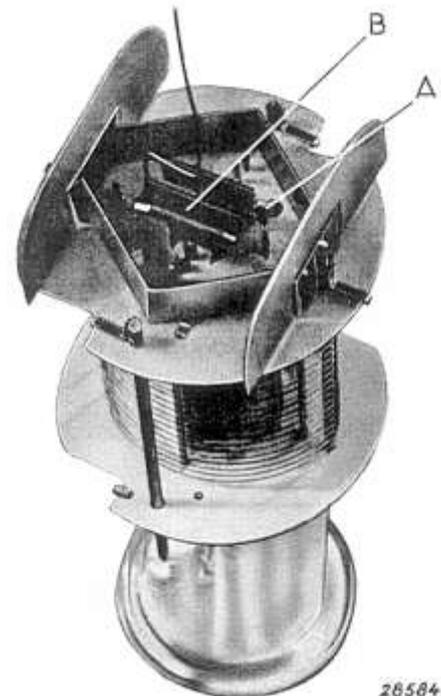

Bild 4: Systemaufbau
Durch diesen konstruktiven Aufbau wird die Verkopplung der Gitter 1 und 4 auf ein Minimum herabgesetzt, und die parasitären Effekte weitgehend unterdrückt. Die EK3 lässt sich auch in Kurzwellenbereich regeln, ohne dass ein eingestellter Sender auf Grund der Frequenzverwerfung auswandert. Der Induktionseffekt ist wiederum über eine R-C-Serienkombination zwischen Gitter 1 und 4 unterdrückt. Diese Kombination ist in Bild 4 sichtbar, wobei am oberen Systemende ein Kondensator (A) und ein Widerstand (B) angebracht sind.